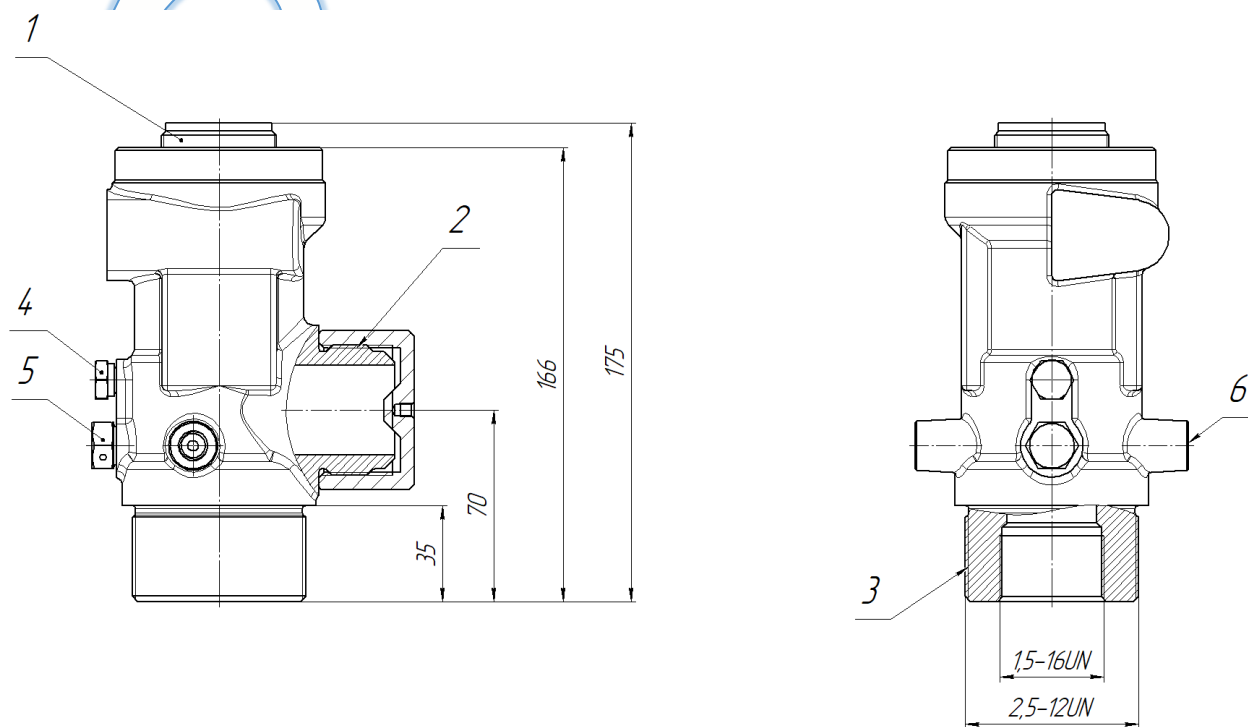

Рисунок 2 ЗПУ Ду33 тип YFMO100
1.3.3 Общие виды ЗПУ представлены на Рисунок 2, 3.
1.3.1.8. Общий вид ЗПУ Ду33 тип YFMO100 представлен на Рисунок 2.